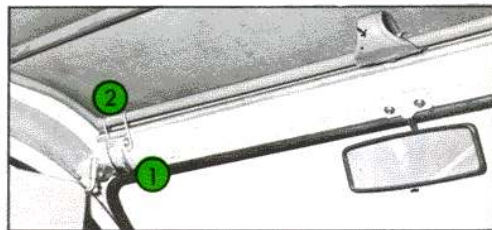

Fig. 31 Ouverture avant de la capote
- Le verrouiller au moyen des crochets de maintien (**Rep. 2**, Fig. 31).
Fig. 31 à 33